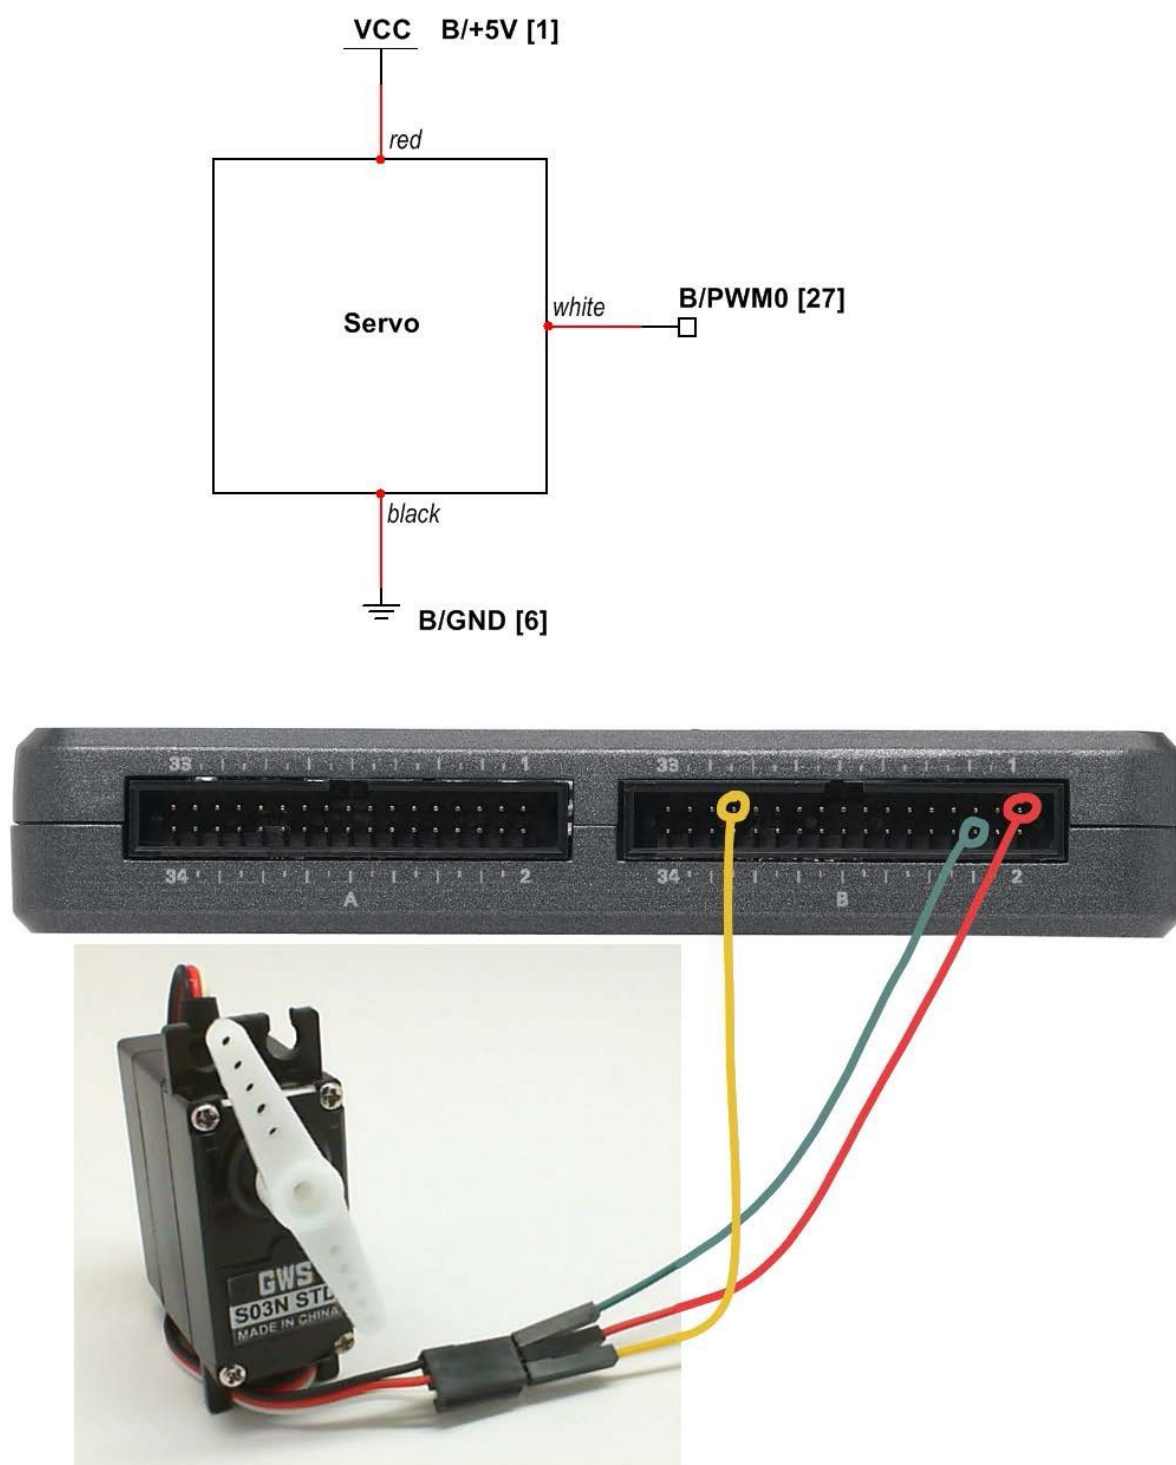

Рис. 17.2. Демонстрационная установка для сервопривода GWS S03N STD, подключенного к разъему MXP B на NI myRIO.
**Соберите схему подключения.** См. принципиальную схему на рис. 17.2 на следующей странице.